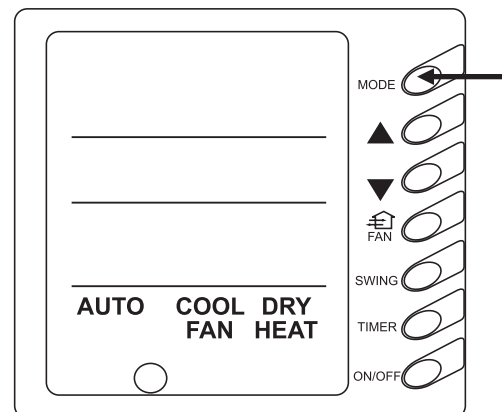

Abb. 6
5) Einstellen der Betriebsart (Abb. 6.)